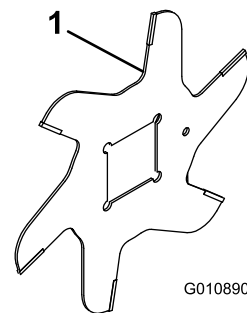

Figura 12
1. Monte una cuchilla en el molinete (Figura 12).
4. Instale la cuchilla siguiente girándola en el sentido de las agujas del reloj para que el taladro de posicionamiento (Figura 12) quede desplazado 90 grados en el eje respecto al taladro de la primera cuchilla.